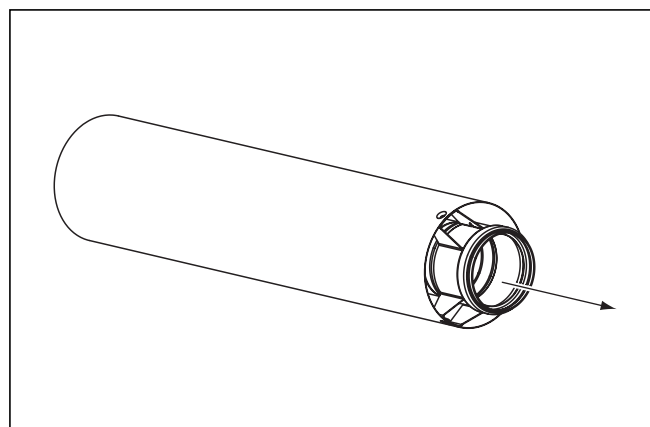

Рис. 4.28 Извлечение трубы отходящих газов
- Демонтируйте трубу отходящих газов (см. рис. 4.28).